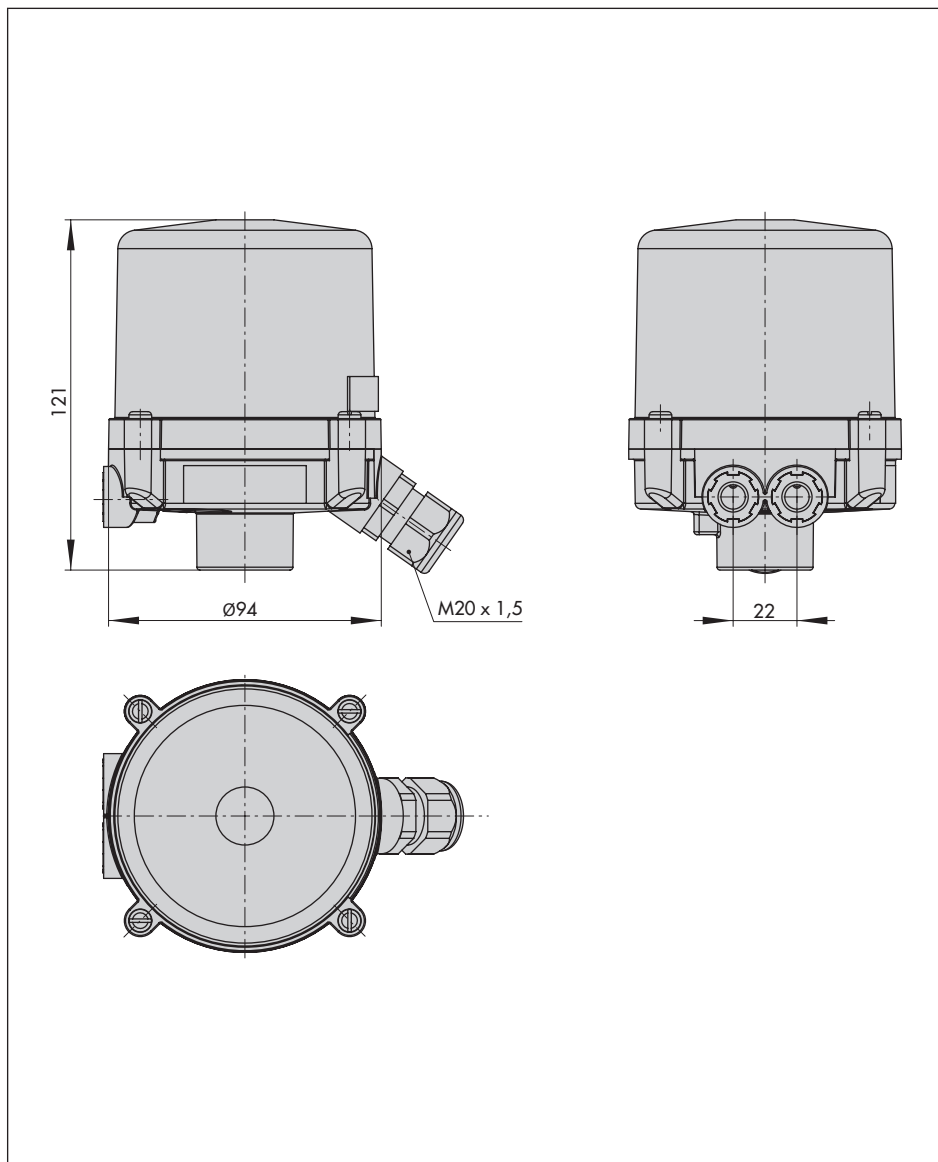

Рис. 1: Конечный выключатель Тип 4740 с соленоидным клапаном (опция) на косоугольном клапане Тип 3353
- косоугольный клапан Тип 3353, см. рис. 1